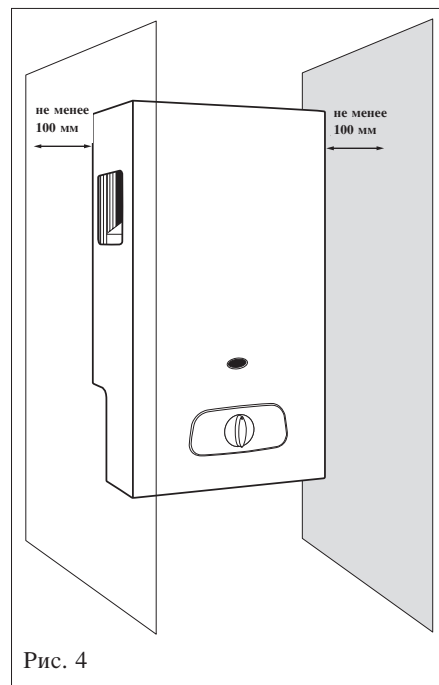

Рис. 4
- Обязательно предусмотреть вокруг аппарата свободное пространство величиной не менее 100 мм от каждой стенки аппарата (см. рис. 4).